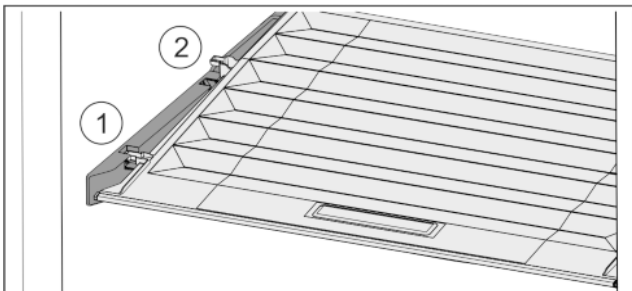

Fig. 32
- ▶ Deckel bis zur Öffnung in den Halteteilen nach vorne ziehen Fig. 32 (1).
- ▶ Hinten von unten anheben und nach oben wegnehmen Fig. 32 (2).